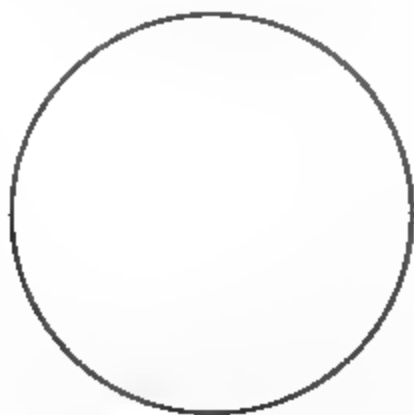

图5-19 圆心标记为【无】
- 无：使用【圆心标记】命令时，无圆心标记，如图5-19所示。